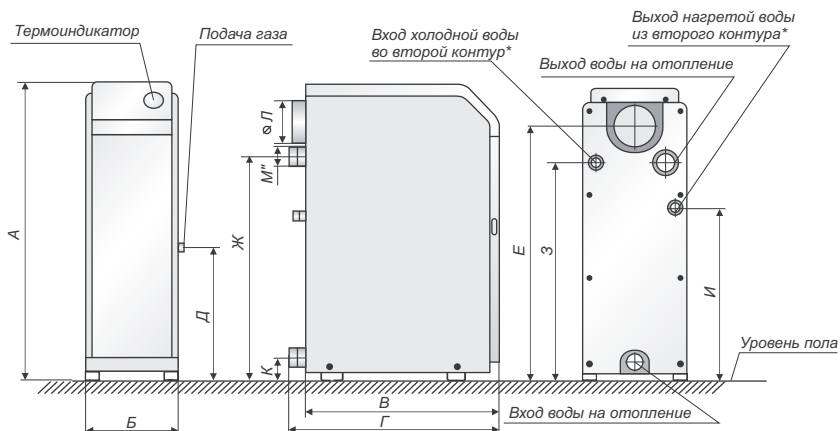
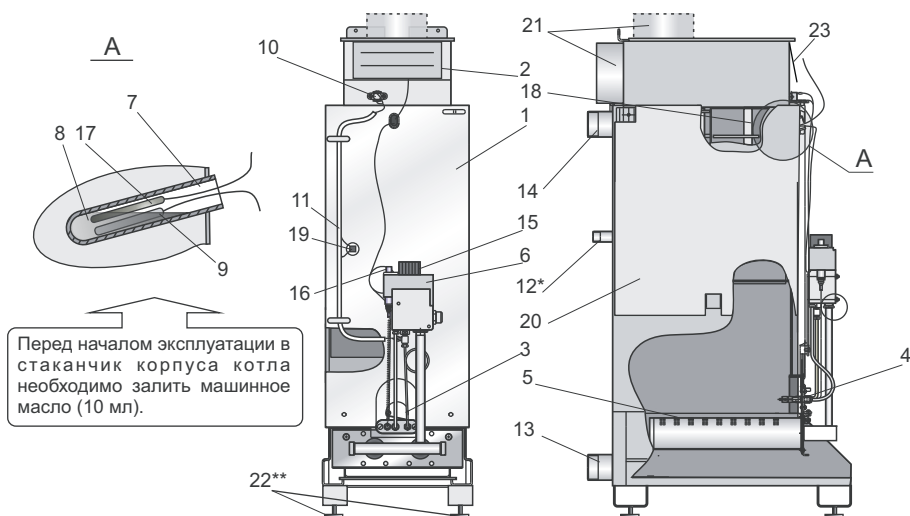

Рис. 1. Общий вид котла "Житомир-3"
Рис. 2. Схема конструкции котла "Житомир-3"
5.1. Котёл (рис.1) выполнен в виде напольного шкафа прямоугольной формы, лицевая сторона которого закрыта дверкой, обеспечивающей доступ для запуска котла и управления его работой.
Котёл состоит из следующих основных частей: корпуса котла (поз.1 рис.2), который состоит из топки и теплообменника. В теплообменнике котла установлены турбулизаторы поз. 18 для наиболее полного отбора тепла при сжигании природного газа и передачи его теплоносителю; газохода (поз. 2); горелок: основной (поз.5) и запальной (поз.4); автоматики безопасности с газовым клапаном поз.6; патрубков подвода (поз.13) и отвода теплоносителя (поз.14). В котлах с встроенным водонагревателем предусмотрены присоединительные патрубки (поз.12). На лицевой части корпуса котла расположено смотровое окно (поз.3) для контроля за розжигом и работой котла. В стаканчик (поз.7) установлен баллон термоиндикатора поз.17 и термобаллон (поз.9) газового клапана, служащий для управления его работой. Термостат (датчик тяги) (поз.10) служит для обеспечения его безопасной работы. Для наиболее полного отбора тепла снаружи корпус котла покрыт теплоизоляцией и декоративным стальным кожухом, покрытым порошковой эмалью. В верхней части кожуха котла установлен термоиндикатор для контроля температуры воды в котле, (рис. 1).
Для установки ТЭНа необходимо слить воду из котла (системы отопления), открутить заглушку (рис.1 поз. 10) и установить на ее место ТЭН с характеристиками, соответствующими таблице 3. Залить воду в котел (систему отопления). Перед запуском котла проверить герметичность установки ТЭНа.
6.8. При установке котла в систему отопления с открытым расширительным сосудом установка датчика перегрева (п.19, рис.2) не требуется, при условии, что отказ термостата управления не вызывает опасную ситуацию для пользователя или повреждение котла (ГОСТ Р 51733-2001).